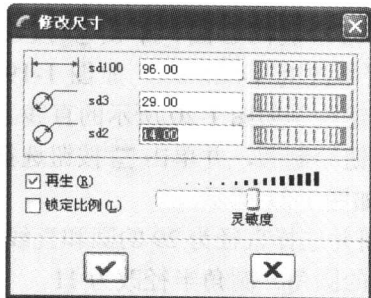

图 1-14 修改尺寸
- 尺寸修改：单个尺寸的修改可直接双击尺寸修改尺寸值，如果同时修改多个尺寸，则需单击  按钮并选择需要修改的尺寸，此时会弹出如图 1-14 所示的尺寸修改对话框，修改尺寸时建议去掉“再生”选项前的钩。